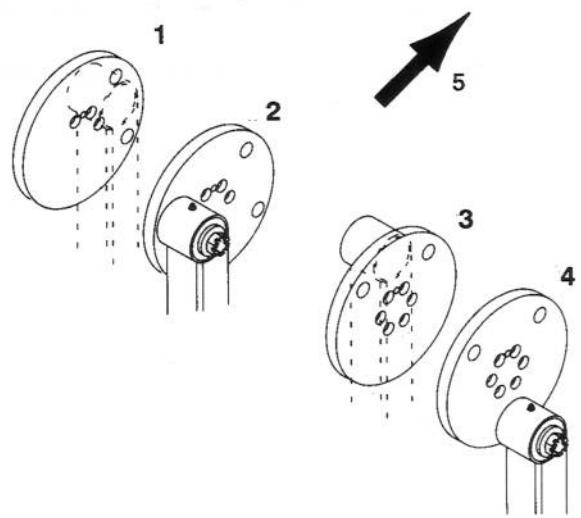

Figure 18
- 2.** Tourner le bras numéro 1 en position 3 heures pour commencer (Fig. 18). Lorsqu'on se place du côté gauche de l'aérateur, les autres bras doivent être à 9 heures, 12 heures et 6 heures respectivement.